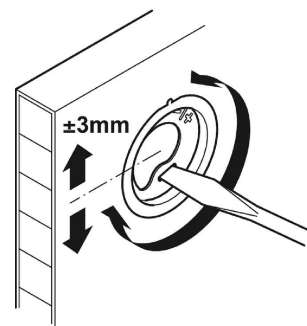
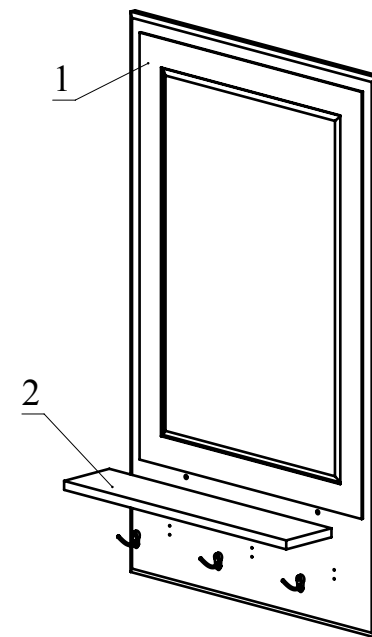

Рис. 3
Рис. 2
2. Вбейте подвески пластиковые в деталь 1 (Рис. 2).
3. Прикрепите деталь 2 к детали 1 при помощи конфирматов (Рис. 2). С помощью шурупов 3,5x19 прикрутите крючки на деталь 1 (Рис. 2). Повесьте зеркало на стену. При необходимости выполните регулировку (Рис. 3).